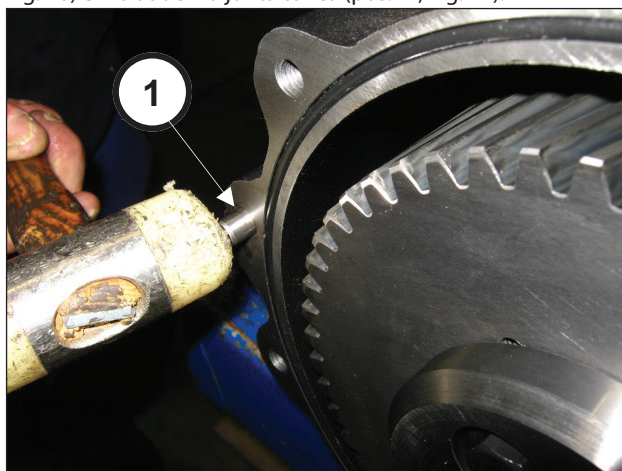
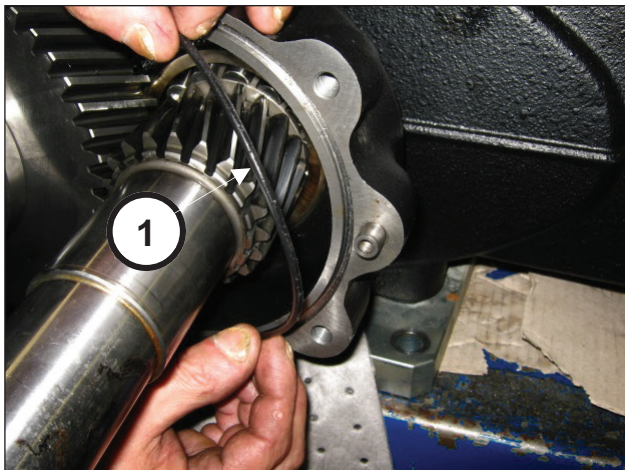

Fig. 70
Fig. 71
Colocar las 2 clavijas Ø10x24 a la caja del reductor (pos. ①, Fig. 70) e introducir la junta tórica (pos. ①, Fig. 71).